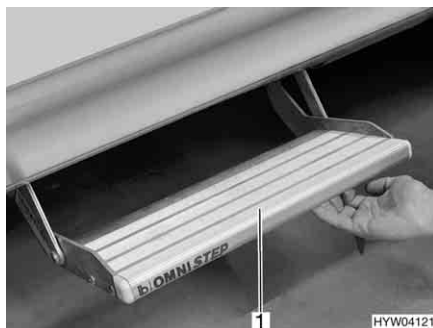

Fig. 16 Scalino di ingresso (integrato)
- Afferrare dal basso lo scalino di ingresso (Fig. 16,1) ed estrarlo finchè non si innesta.
- Afferrare dal basso lo scalino di ingresso (Fig. 16,1) e sollevarlo leggermente.